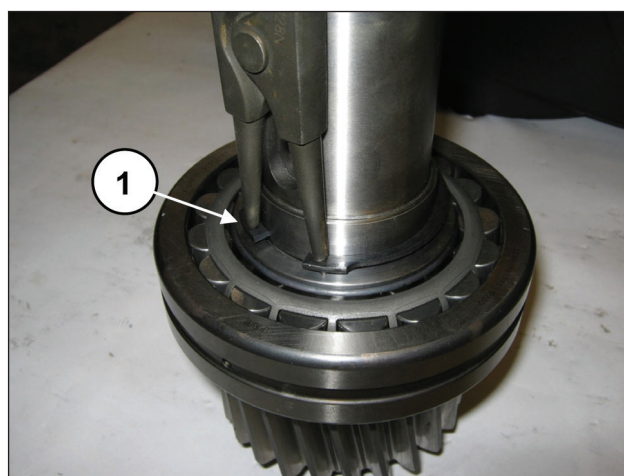
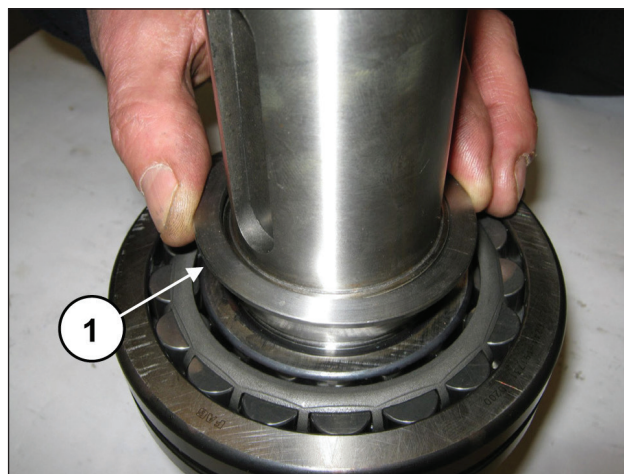

图 9
图 10
从链轮拆除开口环 Ø55 (①, 图 9) 和轴承支撑环 (①, 图 10)。